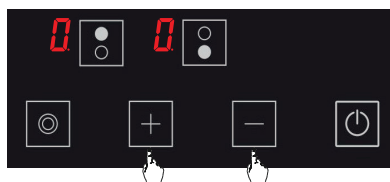

Abbildung 7
3. Die Leistungsstufe der jeweiligen Kochzone kann mit den **+** und **-** Tasten oder von **0** bis 9 je nach Option des Kochfelds von 1 bis 9 eingestellt werden. (Siehe Abb. 7)